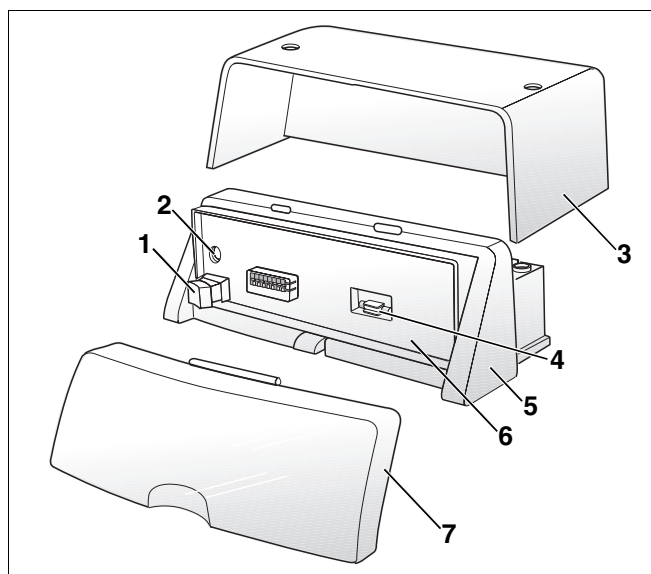

Abb. 1 Regelgerät Logamatic MC10
- Regelgerät (Abb. 1, **Pos. 5**)
- Betriebsschalter (Abb. 1, **Pos. 1**)
ckung (Abb. 1, **Pos. 2**).
- Ersatzsicherung zum Austausch (Abb. 1, **Pos. 4**).
- Transparente Abdeckklappe (Abb. 1, **Pos. 7**)
- Abdeckhaube (Abb. 1, **Pos. 3**)
- Transparente Abdeckklappe (Abb. 1, **Pos. 6**, Seite 4) öffnen.